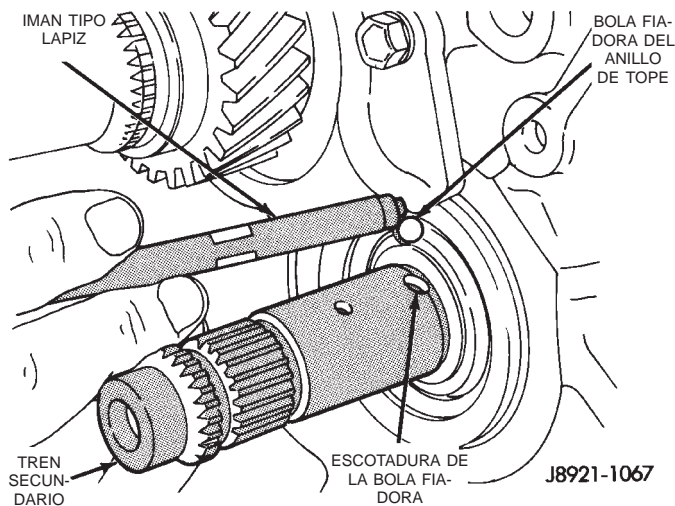

Fig. 95 Instalación de la bola fiadora del anillo de tope del engranaje de quinta velocidad
(26) Instale la bola fiadora del anillo de tope del engranaje de quinta velocidad en el árbol intermediario (Fig. 95).